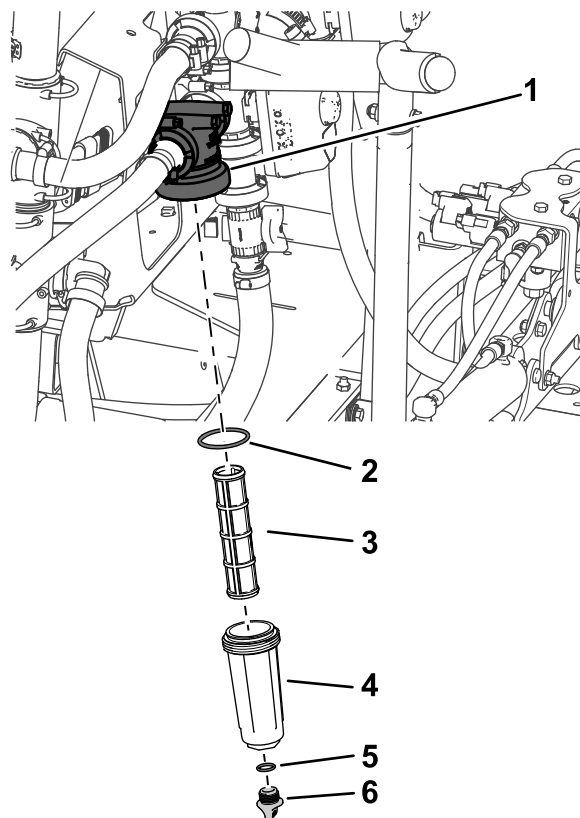

図 88
2. 圧力フィルタの下に受け容器をおく 図 88。
3. 圧力フィルタのボウルについているドレンキャップを左に回して外す 図 88。
4. ボウルを左に回してフィルタヘッドを外す 図 88。
5. 圧力フィルタエレメントを外す 図 88。
7. ドレンプラグのガasketボウルの内側とボウルのガasketフィルタヘッドの内側に傷や破損がないか点検する 図 88。
8. 圧力フィルタエレメントをフィルタヘッドに取り付ける 図 88。
9. フィルタヘッドにボウルを取り付けて手締めする 図 88。
10. ボウルの底部のフィッティングにドレンキャップを取り付けてキャップを手締めする 図 88。